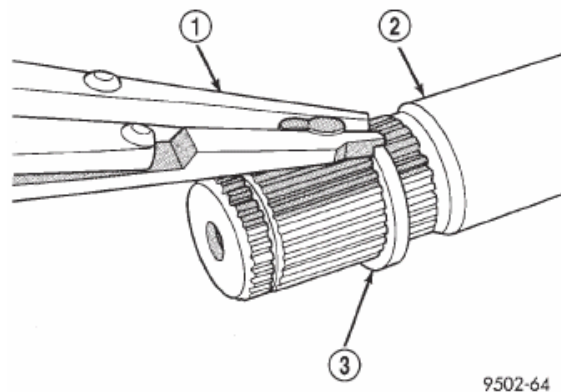

Fig. 43 Desmontaje de anillo del eje de interconexión
(5) Antes de intentar desmontar la funda fuele sellante de la junta homocinética externa, retire el anillo grande (Fig. 43) del eje de interconexión.